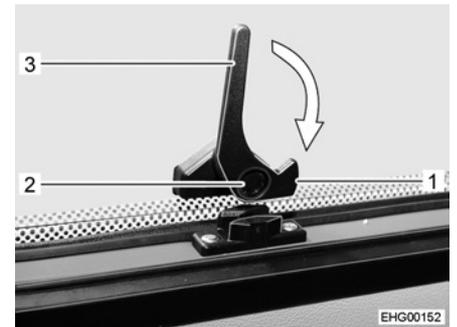

Fig. 26 Palanca de bloqueo inferior (posición "abierta")
- Pulsar el botón de seguridad (Fig. 26,2) en la palanca de bloqueo inferior (Fig. 26,3) y mantenerlo pulsado.
- Girar la palanca de bloqueo inferior (Fig. 26,3) un cuarto de vuelta hacia el marco de la ventana hasta que engatille el saliente de bloqueo (Fig. 26,1).